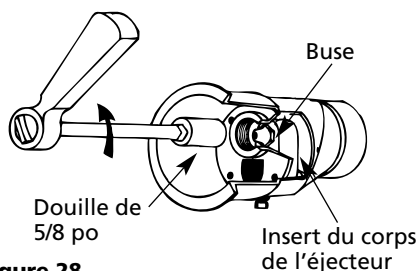

Figure 28
- Si nécessaire, dévisser et enlever la buse à l'aide d'une clé à douille longue de 5/8 po de diamètre (voir Figure 28).